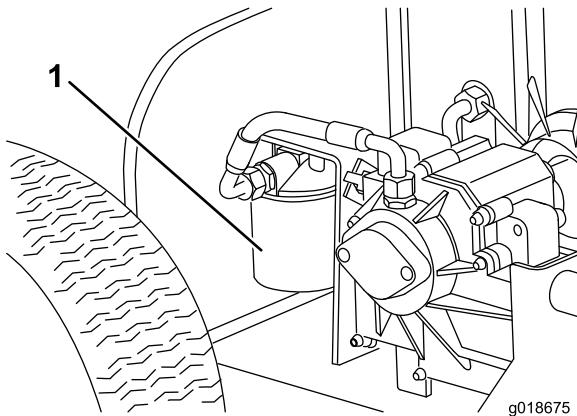

図 21
4. フィルタ容器の周辺をウェスできれいにぬぐう(図 21)。